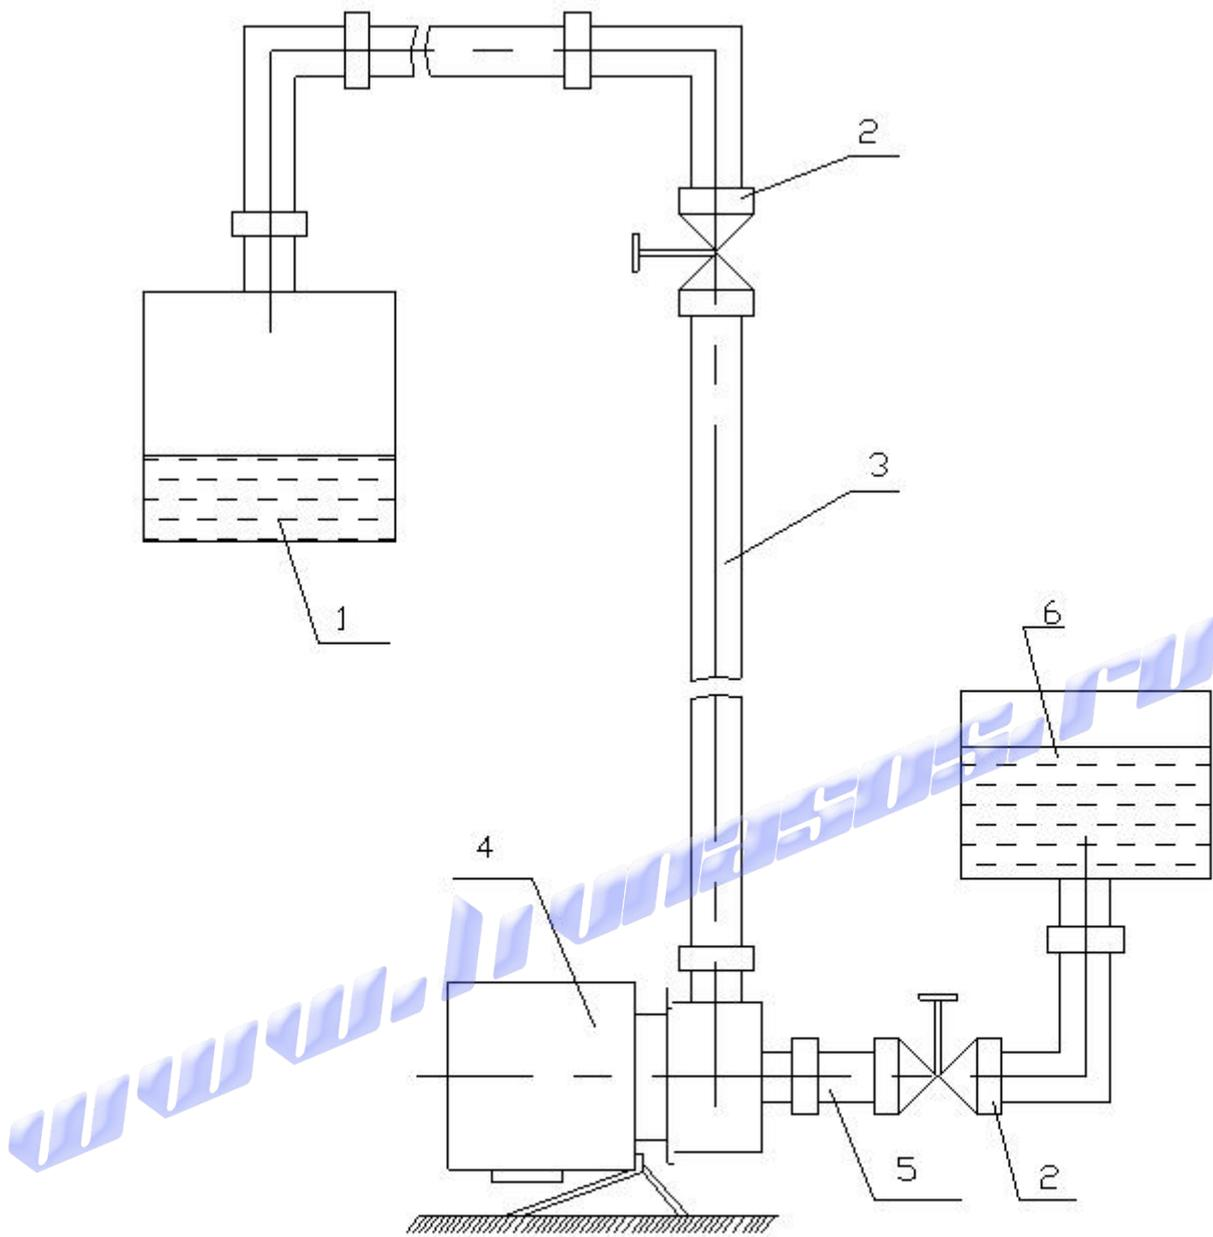

Рис. 3
5.4 Насос присоединить к трубопроводам по схеме, приведенной на рис.3. Трубопроводы должны быть герметичны. Всасывающий трубопровод желательно делать как можно короче: чем меньше его сопротивление, тем больше производительность насоса. Присоединенный к трубопроводам насос промыть моющим раствором. Во время промывки насоса моющим раствором проверить направление вращения наконечника 10. Наконечник должен вращаться против часовой стрелки, если смотреть со стороны крышки. В случае обратного вращения следует на пусковом устройстве поменять две фазы местами. Затем насос промыть горячей водой, при этом устранить все течи в трубопроводах, после чего насос готов к эксплуатации.